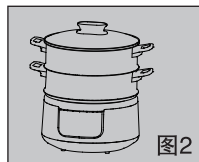

图2
3.将蒸笼放置到内锅上，根据您的需要可选择使用一个蒸笼或两个蒸笼同时使用；并将需要蒸煮的食物放到蒸笼内，盖上玻璃盖(如图2)。